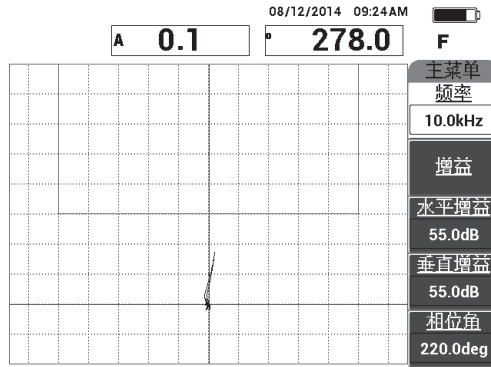

图 6-24 脱粘缺陷的扫描信号
3. 慢慢地在其中一个 13 毫米脱粘缺陷上扫查，然后按**冻结**键（）（参见第 138 页的图 6-24）。